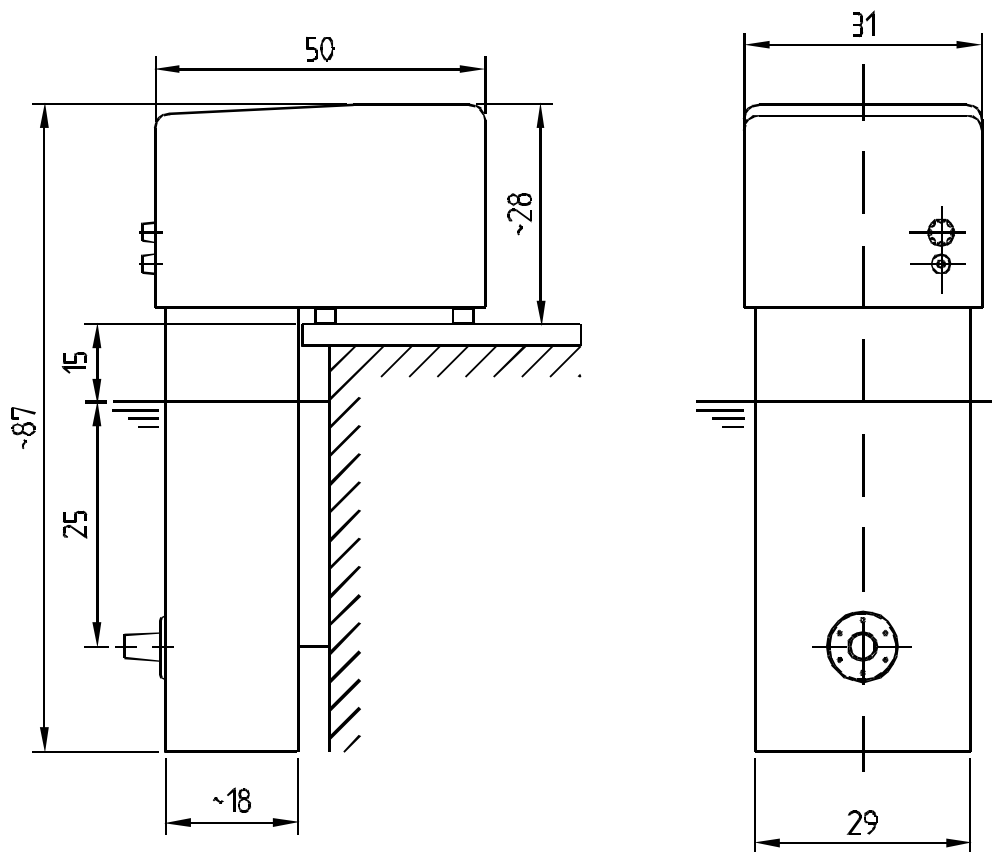

Bild 7
1. Aufstellungsort wählen und nach Bild 7 vorbereiten.
3. Breite des Beckenrandes ausmessen, die Halterungswinkel (1) auf das gemessene Maß ausrichten und am Rahmen befestigen.
4. Anlage auf Beckenrand aufsetzen und Teleskopstützfuß (2) mit den beigelegten Sechskantschrauben, Zahnscheibe und Beilagscheibe (3) an den Grundrahmen anschrauben.
7. Messingspreizdübel (10) in die gebohrten Löcher einsetzen.
9. Nun den Teleskopstützfuß durch Sechskantschrauben, Zahnscheibe und Beilagscheibe (9) am Fundament befestigen.
10. Durch den Distanzausgleich (11) wird der Abstand zwischen Gehäuse und Beckenrand ausgeglichen. Dies gibt der Anlage eine zusätzliche Stabilität.